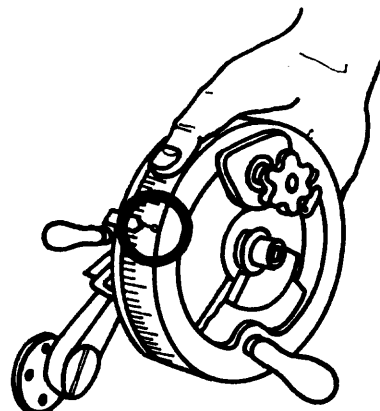

Fig. 3
- ___ e Lleve el anillo graduado a 0 (fig.3).